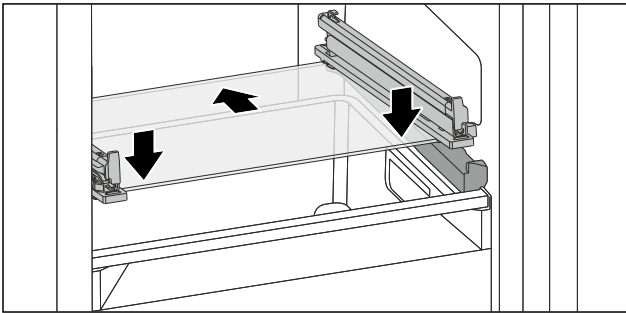

Fig. 134 Ripiano in vetro del cassetto ribaltabile
- Applicare il ripiano in vetro obliquamente dietro i fermi. (vedere Fig. 134)